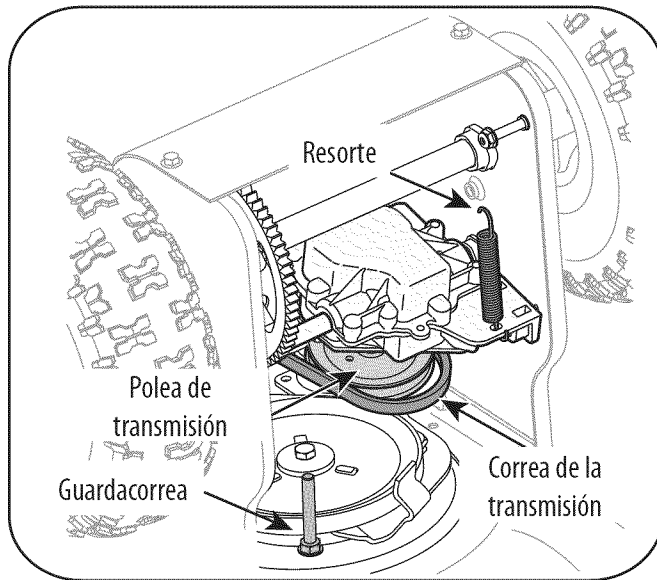

Figura 7-3
1. Incline la máquina quitanieve hacia arriba y hacia adelante de manera que quede apoyada sobre la caja de la barrena. Retire el guardacorrea como se indica en la Figura 7-3. Regrese la máquina quitanieve a su posición vertical para completar los siguientes pasos.